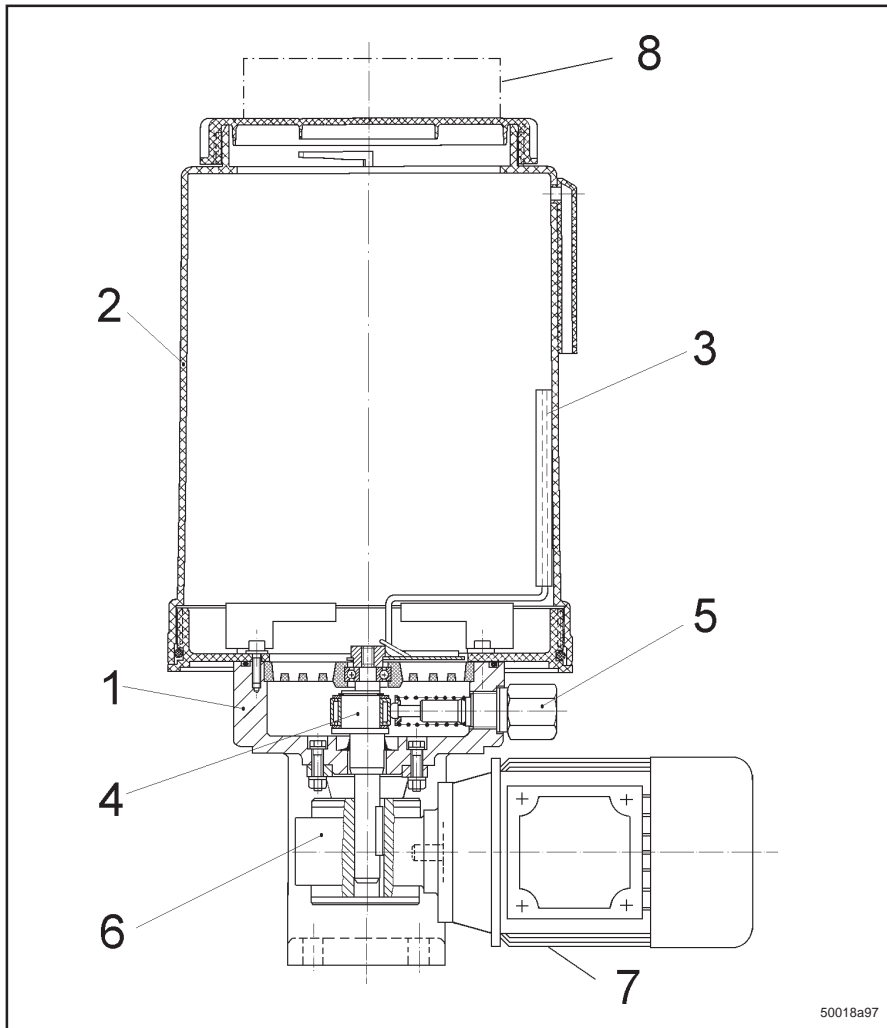

Abb. 1 - Schnittzeichnung der Pumpe 205
- Die Pumpe besteht im wesentlichen aus den in Abb. 1 gezeigten Hauptteilen.
- Das Schneckengetriebe (6) reduziert die Drehzahl des Antriebsmotors (7) auf die Drehzahl der Exzenterwelle (4).
- Die Exzenterwelle (4) bringt den Kolben im Pumpenelement (5) in eine hin- und hergehende Bewegung, wodurch der Schmierstoff angesaugt und über ein Rückschlagventil zum Auslaß gefördert wird.
- Die Exzenterwelle (4) treibt gleichzeitig auch den Rührflügel (3) an. Die Drehbewegung des Rührflügels homogenisiert den Schmierstoff und führt ihn den Ansaugbohrungen des Pumpenelements (5) zu.